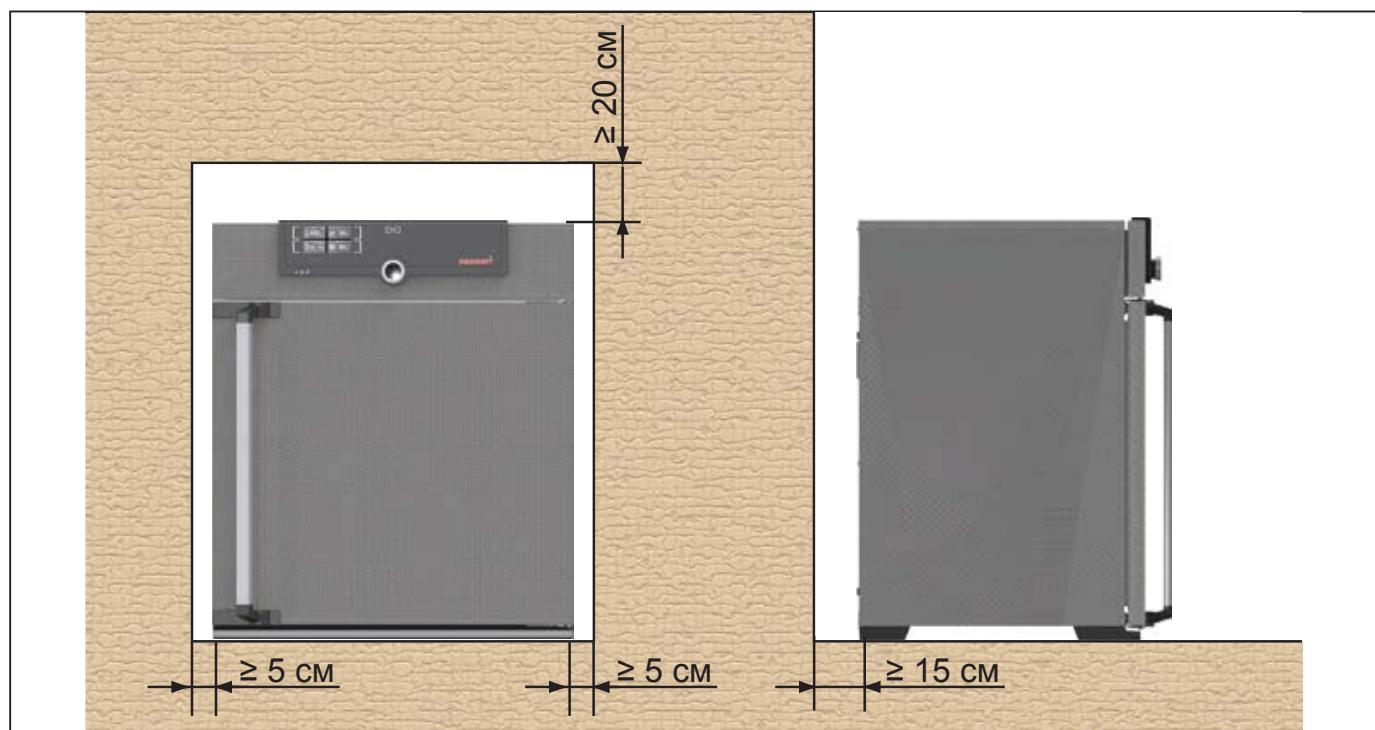

Рис. 8 Минимальные расстояния до стен и потолка
Расстояние от устройства до потолка должно быть не менее 20 см, а от боковой стороны устройства до стены - не менее 5 см (Рис. 8). Постоянно должна быть обеспечена достаточная циркуляция воздуха вокруг устройства.
2. Отведите механизм защиты от опрокидывания вверх под углом 90 ° на необходимом расстоянии от стены (с учетом минимально допустимого расстояния, см. Рис. 8).